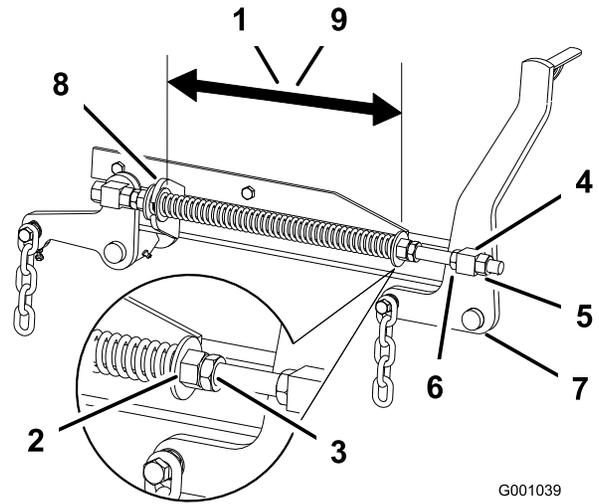

Figure 84
2. Vérifiez que les deux grandes rondelles sont espacées de 26,7 cm (10,5 po) sur les tabliers de coupe de 60 po, et de 29,2 cm (11,5 po) sur les tabliers de coupe de 72 po (Figure 84).
ressort (Figure 84). Tournez l'écrou dans le sens horaire pour raccourcir le ressort, et dans le sens inverse pour l'allonger.
4. Bloquez l'écrou en position en serrant l'écrou de blocage du ressort (Figure 84).